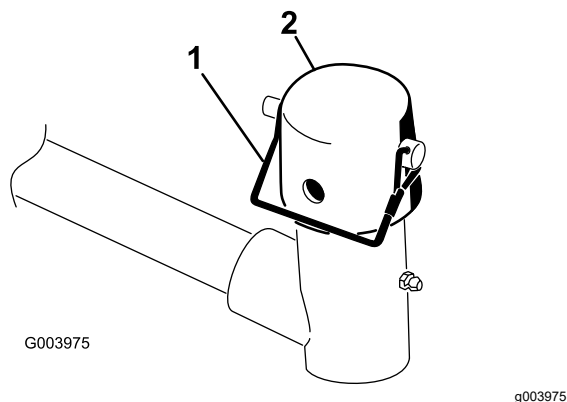

Figure 9
8. Retirez la goupille à fermoir et le capuchon de la chape de pivot du bras de levage (Figure 9).
Remarque: Utilisez la fente pour rendre l'unité de coupe directionnelle ou le trou pour que l'unité de coupe reste fixe (Figure 9).